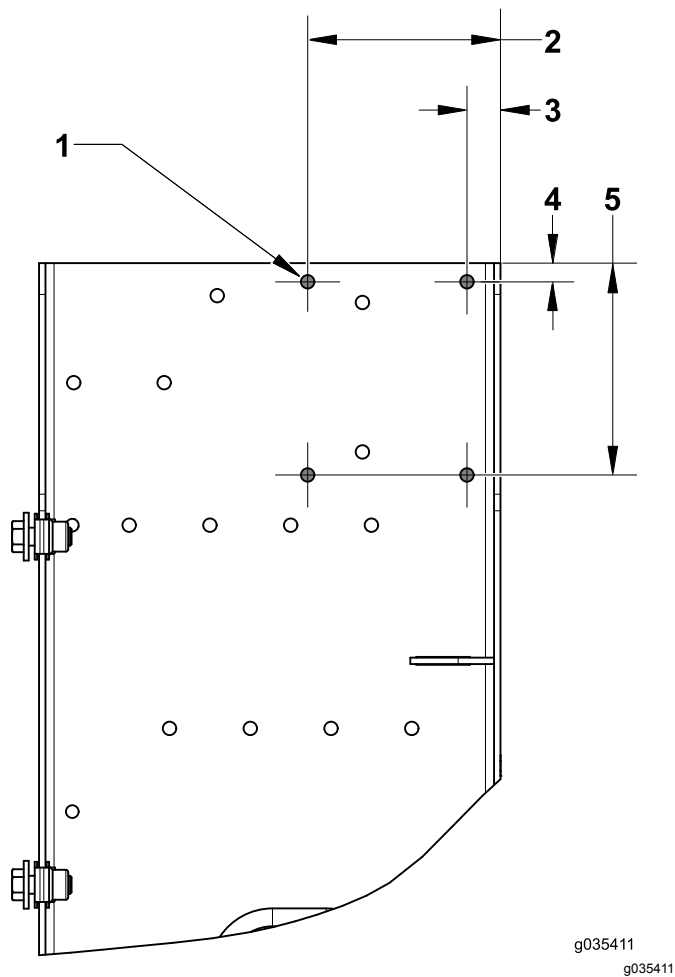

**Figura 6**
- Localize e faça os furos seguintes para o bloco de fusíveis e relé (Figura 6).